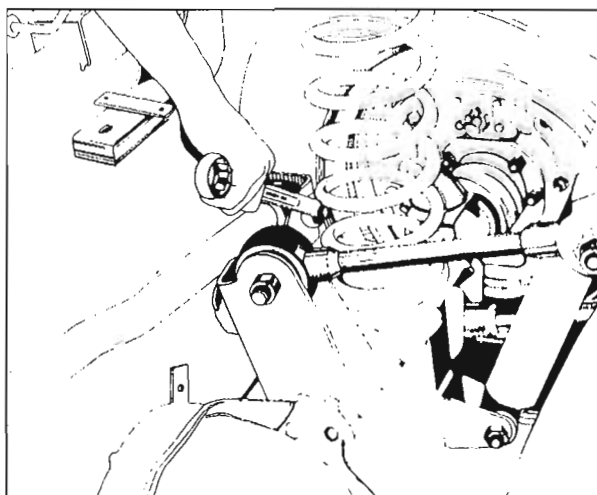

Fig. 28 - Desmontaje de la barra panhard del soporte en el eje trasero
- Afloje y retire los tornillos y las tuercas que conectan la barra panhard al soporte en el eje trasero (Fig. 28) y al soporte en el bastidor del chasis.